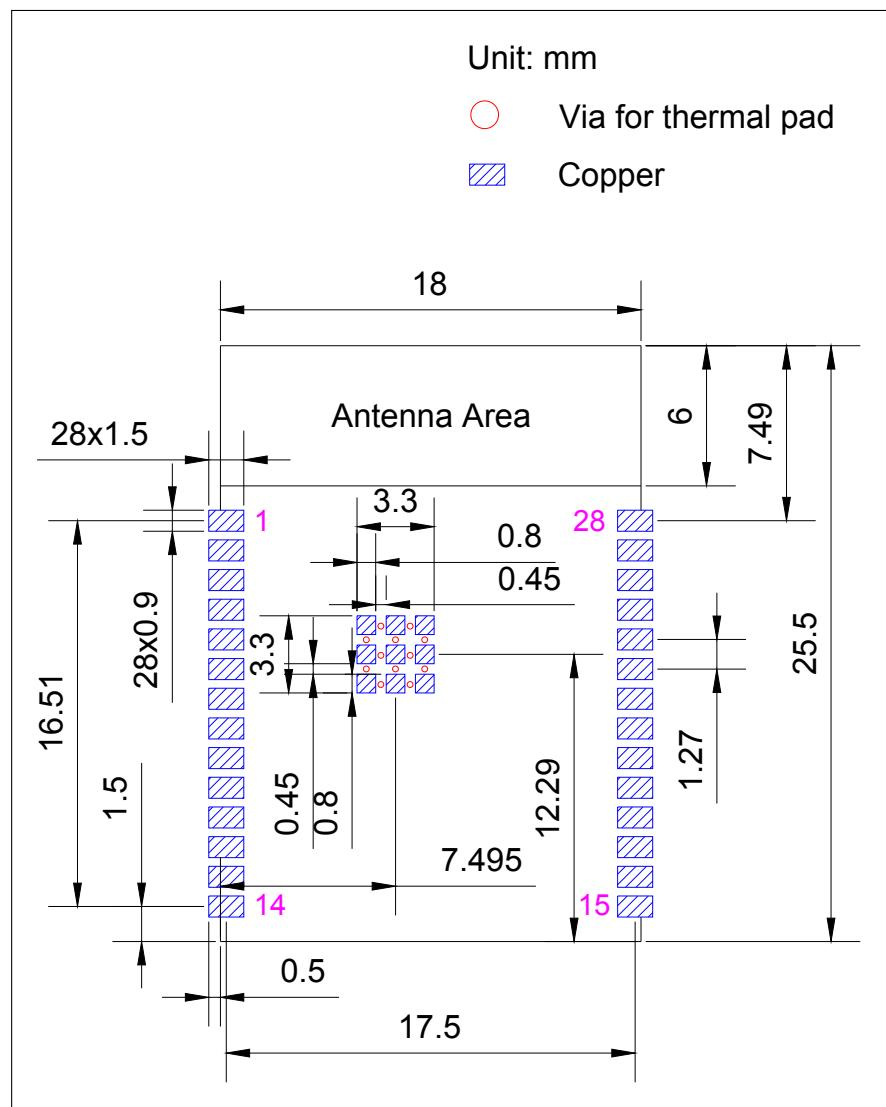
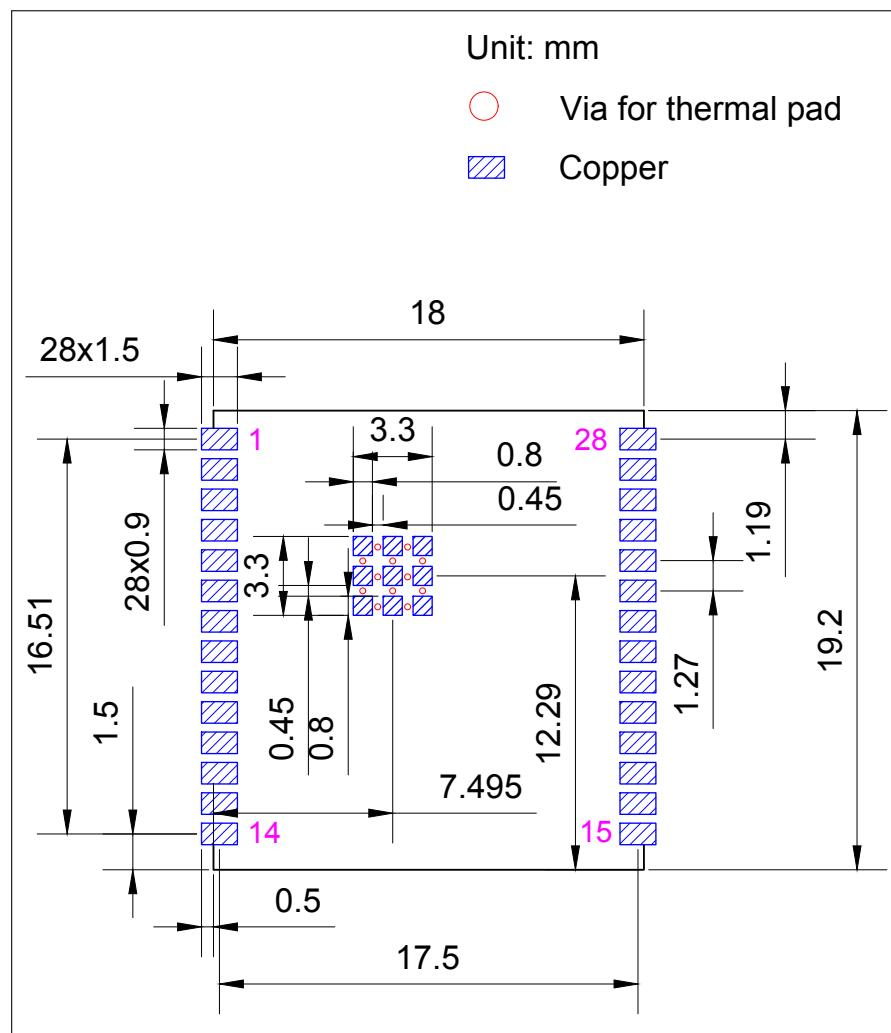

图 11-1. ESP32-C6-WROOM-1 推荐 PCB 封装图形
图 11-2. ESP32-C6-WROOM-1U 推荐 PCB 封装图形
- 推荐 PCB 封装图，标有 PCB 设计所需的全部尺寸。详见图 11-1 ESP32-C6-WROOM-1 推荐 PCB 封装图形 和图 11-2 ESP32-C6-WROOM-1U 推荐 PCB 封装图形。
- 推荐 PCB 封装图的源文件，用于测量图 11-1 和 11-2 中未标注的尺寸。您可用 Autodesk Viewer 查看 ESP32-C6-WROOM-1 和 ESP32-C6-WROOM-1U 的封装图源文件。